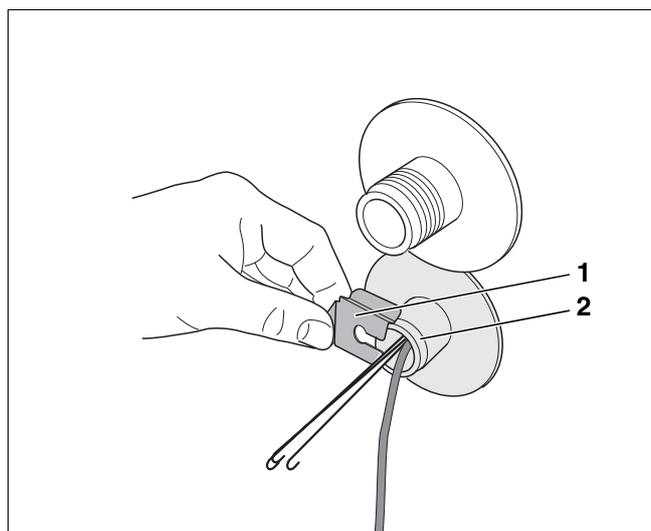

Abb. 8 Fühlersicherung montieren
- Fühlersicherung (Abb. 8, **Pos. 1**) von der Seite auf die Tauchhülse (Abb. 8, **Pos. 2**) schieben.